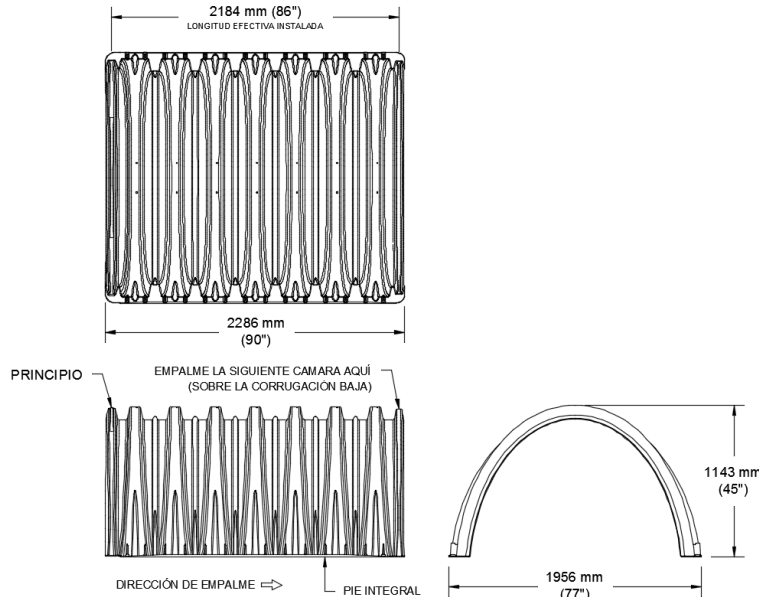

Figura 3. Dimensiones de la cámara MC-3500
- La forma es de arco simétrico alrededor de la corona, con el fondo abierto, mostradas en la Figura 3